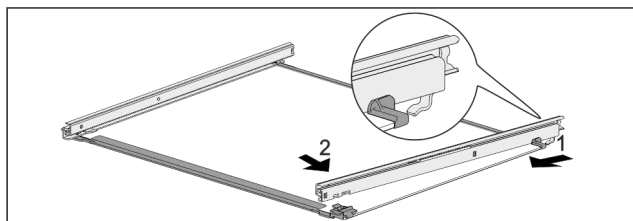

Fig. 123 Üveglap sínekkal
- ▶ Akassza be hátul a sínt. Fig. 123 (1)
- ▶ Elöl pattintsa be a sínt. Fig. 123 (2)